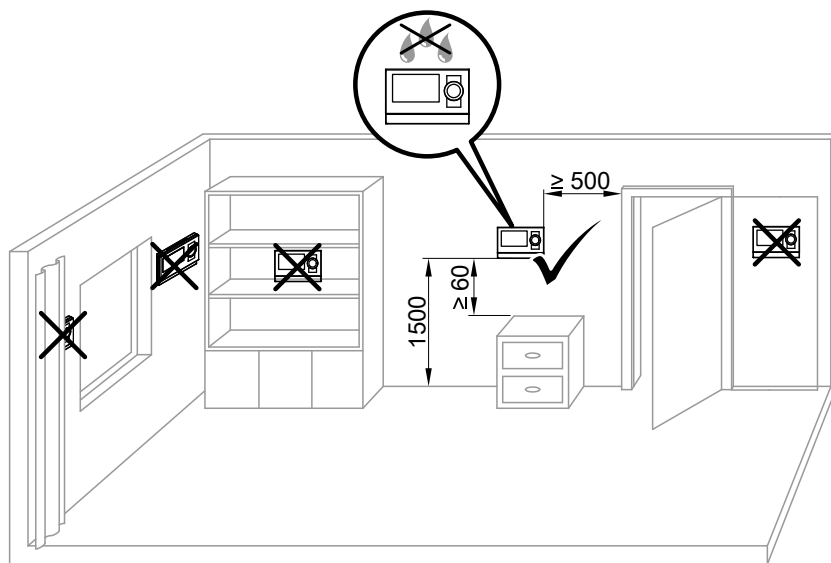

Fig. 1
■ **Fonctionnement avec compensation par sonde de température ambiante (voir fig. 1)**